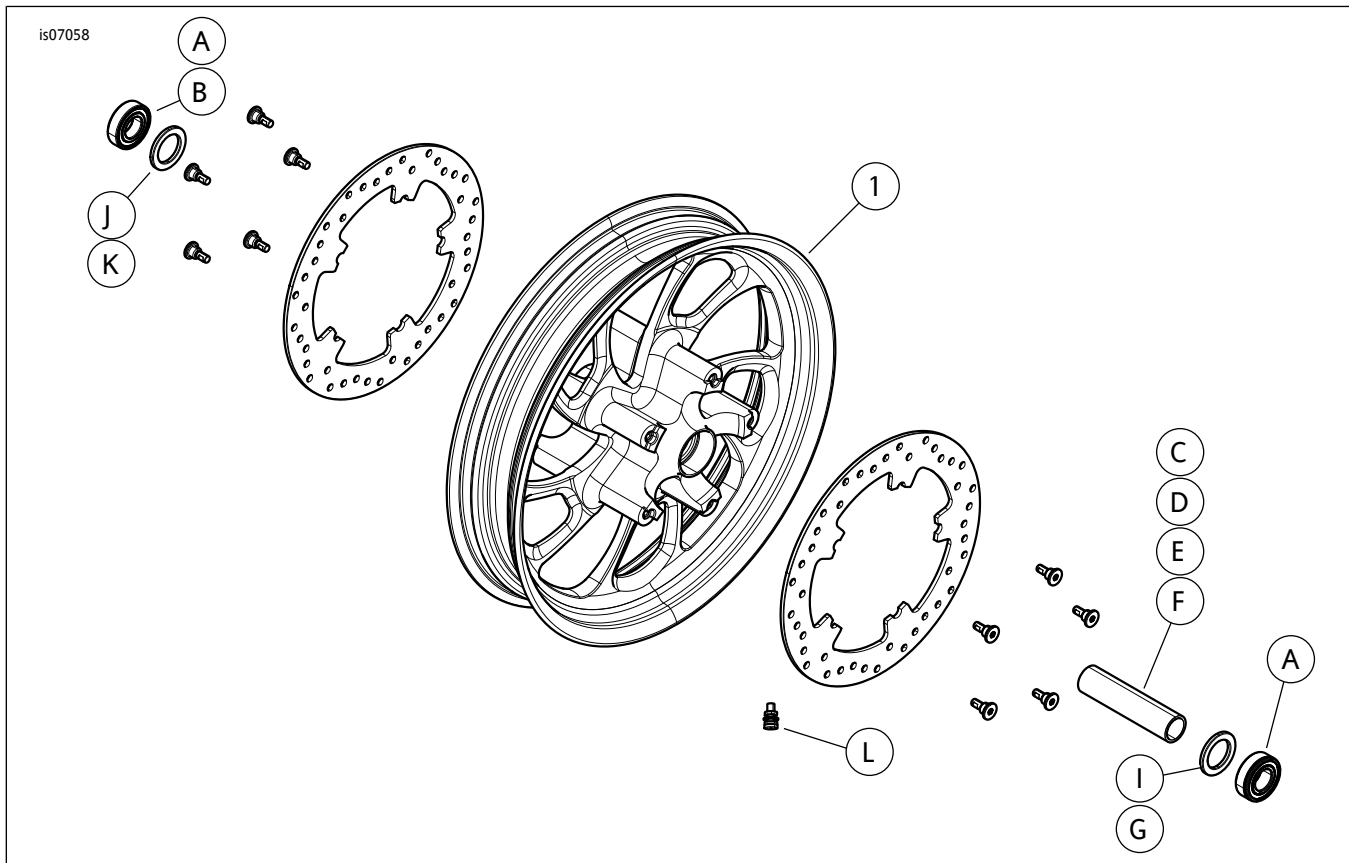

图1。维修零件：Blade前轮套件
2. 参见图1。在车轮上安装阀杆组件(L)。参阅维修手册中的“轮胎”部分。